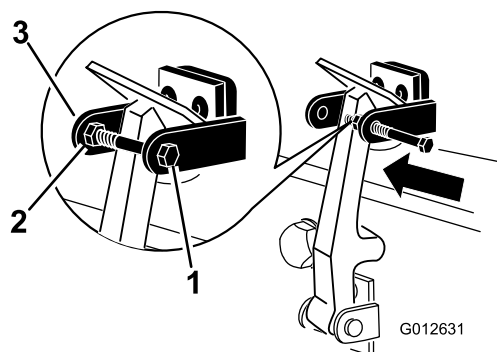

Figura 6
7. Avvitare il bullone nell'altro braccio della staffa del fermo del cofano per bloccare il fermo in posizione (Figura 6). Serrate il bullone ma non serrate il dado.